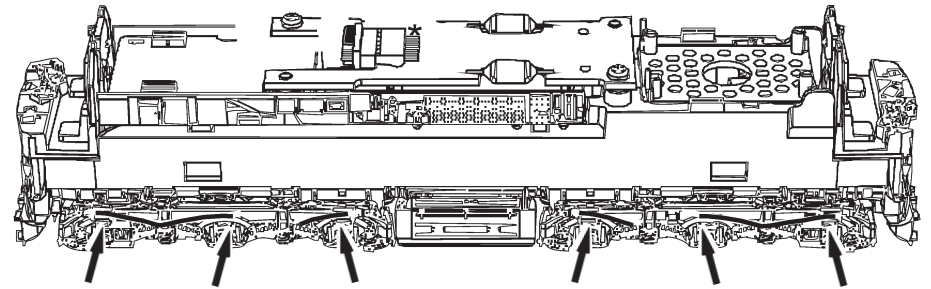
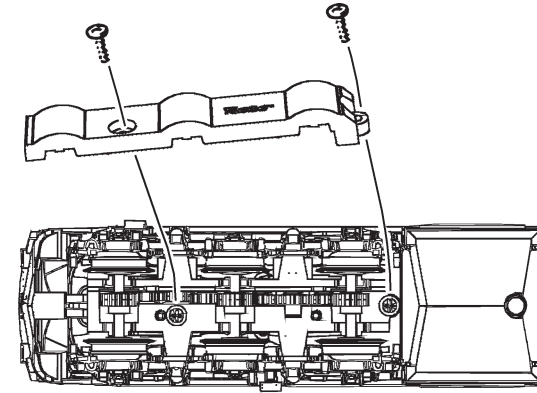

Fig. 9
Fig. 3
Mehrzugbetrieb: Zuerst Lokgehäuse abnehmen (Fig. 3). Danach den Brückenstecker aus der Schnittstelle entfernen (diesen sorgsam aufbewahren). Danach den Stecker des Steuerbausteins lagerichtig einsetzen (siehe Fig. 5).
2. Schmierung: Versehen Sie die im Schmierplan in Fig. 7 gekennzeichneten Stellen mit nur **kleinen Öltropfen**. Dazu zuerst das Lokgehäuse abnehmen (Fig. 3). Wir empfehlen den **ROCO Öler Art.-Nr. 10906**. Fürs Schmieren der Getriebeteile (Zahnräder, Schnecke) empfehlen wir das **ROCO-Spezialfett Art.-Nr. 10905**. Im Falle der Schmierung diese Teile **nicht ölen**.
4. Motorwechsel: Lokgehäuse abnehmen (Fig. 3). Danach wird der Motor ausgebaut (Fig. 9).
2. Lubrication: Apply **tiny oil drops** to spots marked in fig. 7. Prior to lubrication dismantle locomotive (fig. 3). We recommend using item no. **10906, ROCO oiler**. For lubrication the gearparts (e.g. cogwheels, worm) we would recommend our ROCO **special grease** (item no. **10905**).
4. Motor Changing: First remove loco body (fig. 3), and then the motor (fig. 9).
2. Graissage: N'appliquez **qu'une tout petite goutte** aux endroits indiqués par le plan de graissage (fig. 7) après avoir démonté la caisse de la locomotive (fig. 3). Nous vous recommandons **le graisseur à huile ROCO réf. 10906**. Pour graisser les engrenages (roues dentées, vis sans fin) nous vous conseillons la **graisse spéciale ROCO réf. 10905** pour engrenages en matières synthétiques. Lorsque vous utilisez cette graisse il faut éviter d'huiler ces composants.
4. Remplacement du moteur: Démontez la caisse (voir fig. 3). Démontez ensuite le moteur (fig. 9).
voir } Fig.3
1. siehe see voir } Fig.3